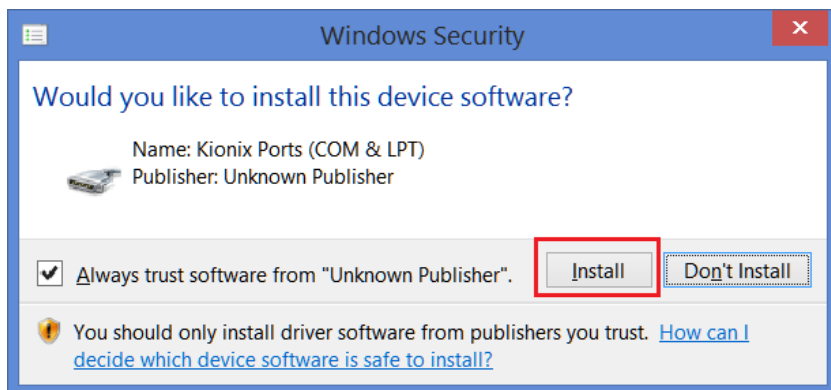

Figure 95. ドライバーソフトウェアの更新- 7
9. Windows はドライバをインストールするように促します。「Install」を選択してください (Figure 95)。